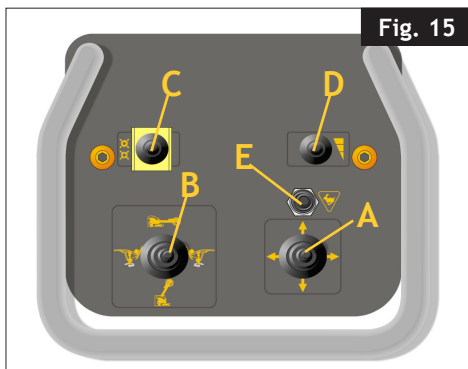

Fig. 15
- Hebel mit vier Positionen (A, Abb. 15), der:
- Hebel mit 4 Positionen (B, Abb. 15), der:
- Hebel mit zwei Positionen (C, Abb. 15), der die Öffnung und Schließung des Spanntellers steuert;
- Hebel mit drei Positionen (D, Abb. 15), der die Drehgeschwindigkeit des Spanntellers steuert.
- Taste (E, Abb. 15), die gleichzeitig mit dem Verschiebebefehl der Schlitten ermöglicht, die Bewegungsgeschwindigkeit zu erhöhen;